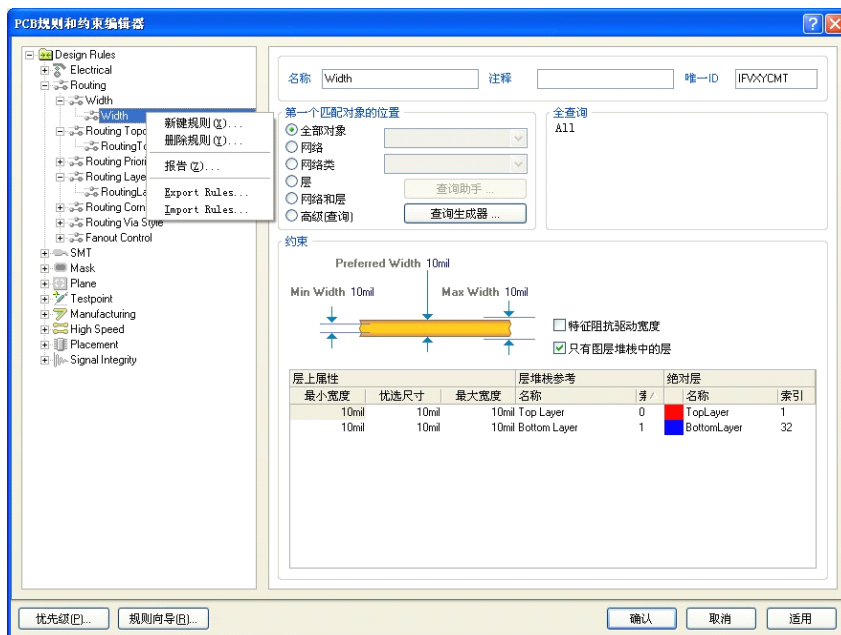

图 4-12-16 新建规则
① 光标移动到 Width (线宽) 规则处，单击鼠标右键，出现如图 4-12-16 所示的菜单。